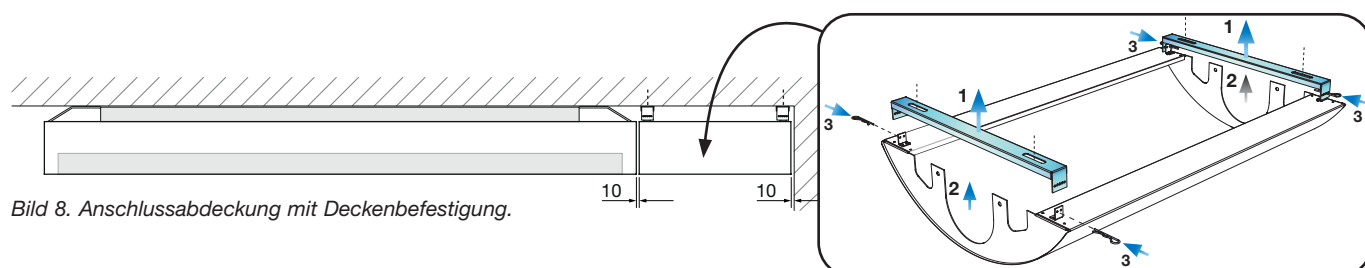

Bild 8. Anschlussabdeckung mit Deckenbefestigung.
3. Anschlussabdeckung mit Deckenbefestigung (siehe Bild 8). Maximale Länge: 3600 mm (in Stufen von 1 mm).